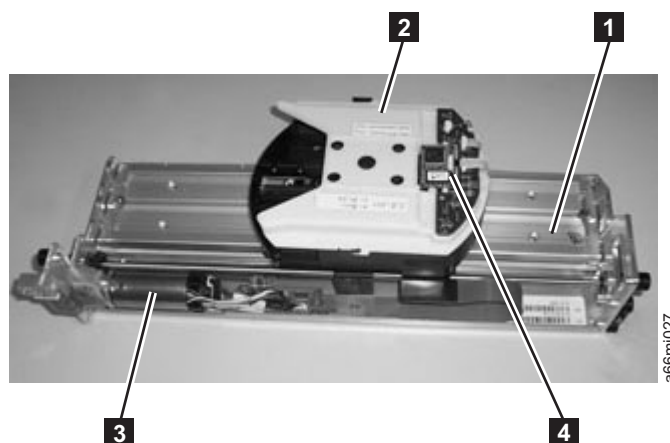

Abbildung 1-4. Zugriffssystem des Kassettenarchivs
Das Zugriffssystem enthält die Y-Achsen-Baugruppe, in der sich der Y-Motor (3) in Abb. 1-4), der am Träger (1) in Abb. 1-4) angebrachte Greifarm (2) in Abb. 1-4) und der Barcodeleser (4) in Abb. 1-4) befinden. Die Hebekomponente bewegt das Zugriffssystem innerhalb des Kassettenarchivs.